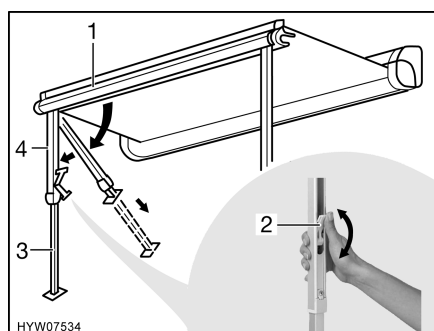

Fig. 11 Mettre les pieds d'appui en place
- Détacher les pieds d'appui (Fig. 11,4) du listeau frontal (Fig. 11,1) d'une légère pression vers l'extérieur, les déplier et les mettre en place.
- Sortir la partie inférieure des pieds d'appui (Fig. 11,3) jusqu'à la longueur voulue.
- Fermer le dispositif de verrouillage des pieds d'appui. Pour cela, pousser le levier de verrouillage (Fig. 11,2) vers le haut.